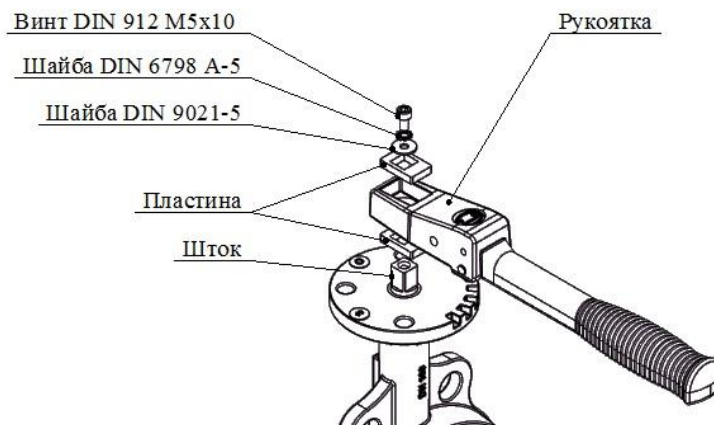

Рисунок 1 – Установка рукоятки
5.1 Перед установкой затвора провести внешний осмотр. Необходимо извлечь стопор, удалить пластиковую стяжку и установить рукоятку (рисунок 1). После чего диск затвора необходимо немного приоткрыть, но так, чтобы он не выходил за корпус затвора.